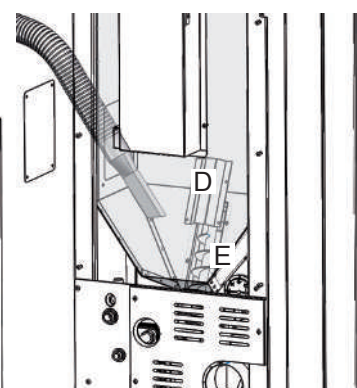

Fig. 14
- Rimuovere la piastra (D) ed aspirare i residui di polvere di pellet nella coclea (E) ed alla base del serbatoio. (Fig. 14)